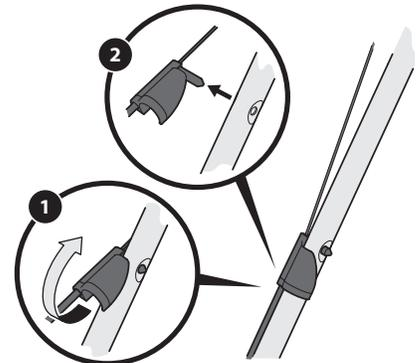

Figure 4-3
1. Faites pivoter vers le haut le raccord du câble d'entraînement situé sur la partie supérieure gauche du guidon. Voir Figure 4-3.